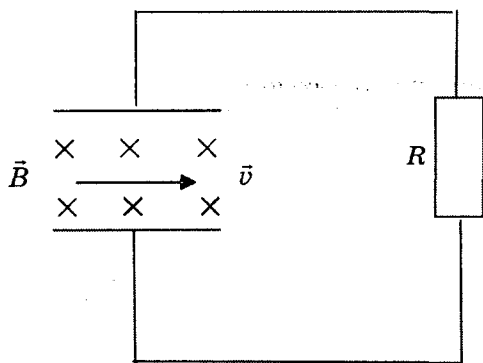

Рисунок 21
**Задача 11.** Плоский конденсатор, площадь каждой из пластин которого  $S$ , расстояние между ними  $d$ , находится в магнитном поле с индукцией  $\vec{B}$ . Параллельно пластинам с постоянной скоростью  $\vec{v}$  движется поток проводящей жидкости, удельное сопротивление которой  $\rho$  (рис. 21). Определите полезную и максимальную мощность, выделяющуюся в виде тепла на внешнем сопротивлении  $R$ .